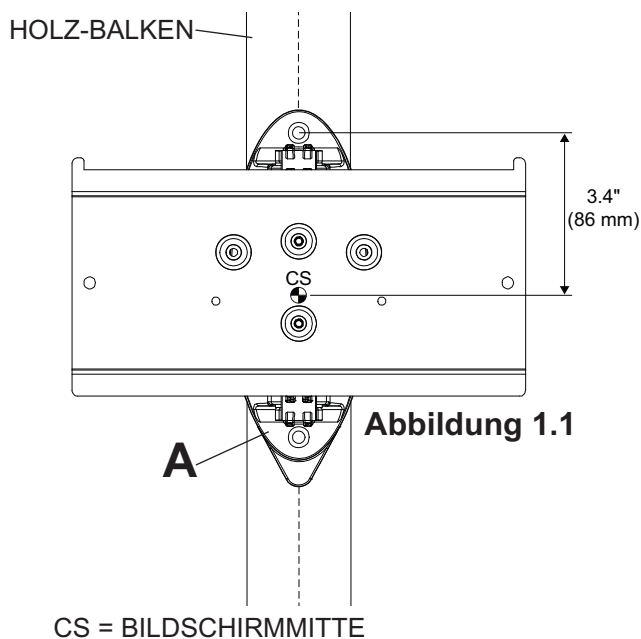
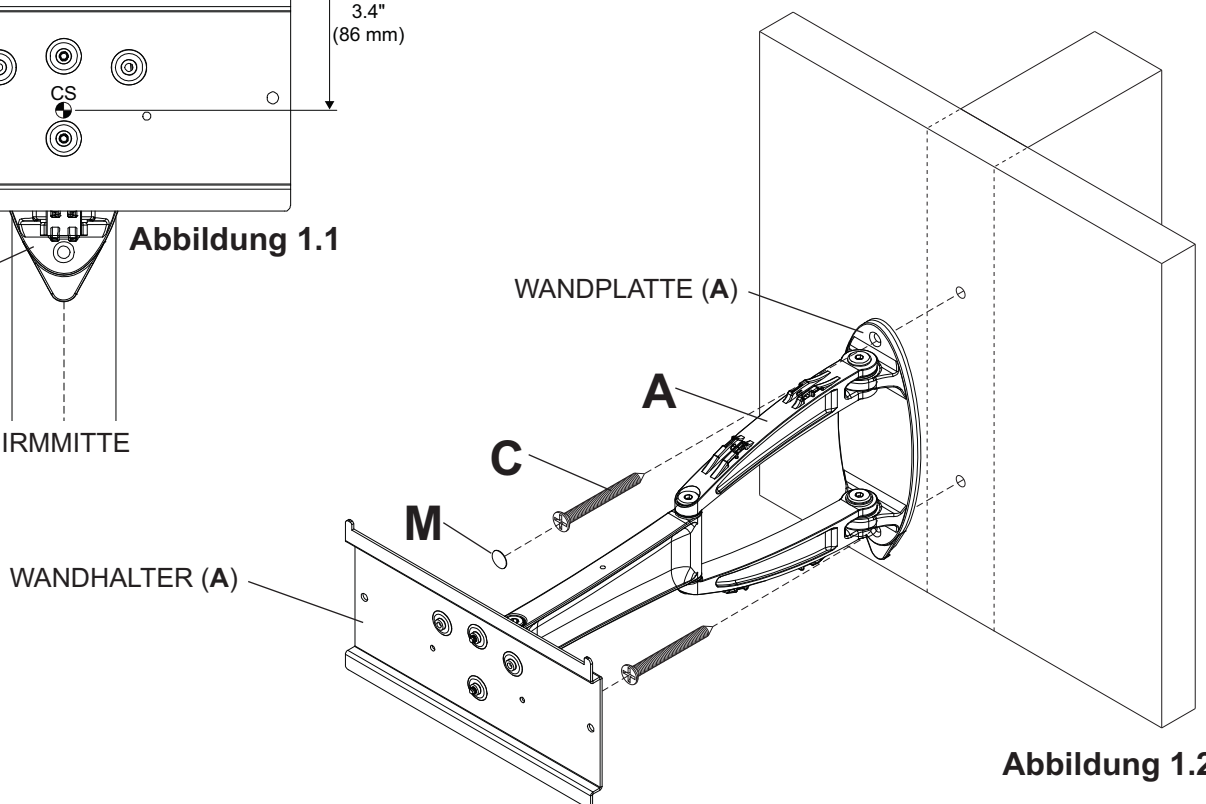

Abbildung 1.1
Abbildung 1.2
- 1 Stellen Sie mithilfe eines Balkenfinders die Position des Ständers fest, an dem die Halterung montiert werden soll, und markieren Sie die Kanten. Ziehen Sie unter Verwendung einer Wasserwaage eine senkrechte Linie entlang der Mitte des Ständers. Die obere Montagebohrung sollte sich wie in Abbildung 1.1 dargestellt 86 mm (3,4 Zoll) oberhalb der gewünschten Bildschirmmitte befinden. Verwenden Sie die Wandplatte als Schablone und markieren Sie den Mittelpunkt der Löcher auf der senkrechten Linie. Bohren Sie zwei Löcher mit einem Durchmesser von 4 mm (5/32 Zoll) und einer Tiefe von 64 mm (2,5 Zoll). Befestigen Sie den Wandhalter (A) mit den zwei Nr. 14 x 2,5 Zoll Flachkopf-Holzschrauben (C) wie in Abbildung 1.2 gezeigt an der Wand.
- 1** Verwenden Sie die Wandplatte als Schablone, um den Mittelpunkt der Bohrungen zu markieren. Die obere Montagebohrung sollte sich wie in Abbildung 1.1 auf Seite 34 dargestellt 86 mm (3,4 Zoll) oberhalb der gewünschten Bildschirmmitte befinden. Bohren Sie zwei Löcher mit einem Durchmesser von 8 mm (5/16 Zoll) und einer Mindestdiefe von 64 mm (2,5 Zoll). Setzen Sie die Dübel (D) in die Bohrungen ein. Setzen Sie den Wandhalter (A) über die Dübel und befestigen Sie ihn mit den beiden Nr. 14 x 2,5 Zoll Flachkopf-Holzschrauben (C) an der Wand. Setzen Sie zwei Schraubenabdeckungen (M) in die Schraubenköpfe ein.